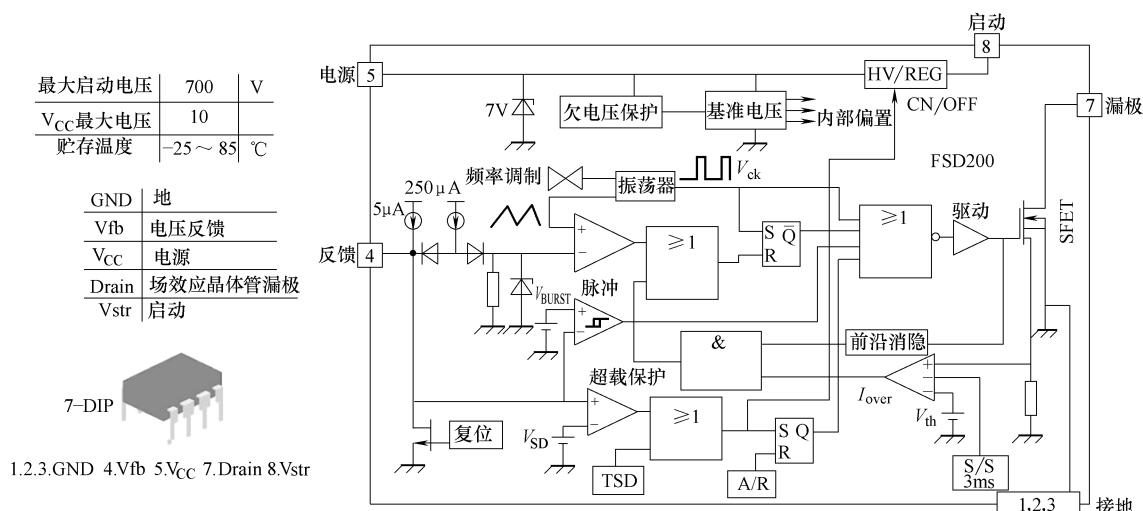
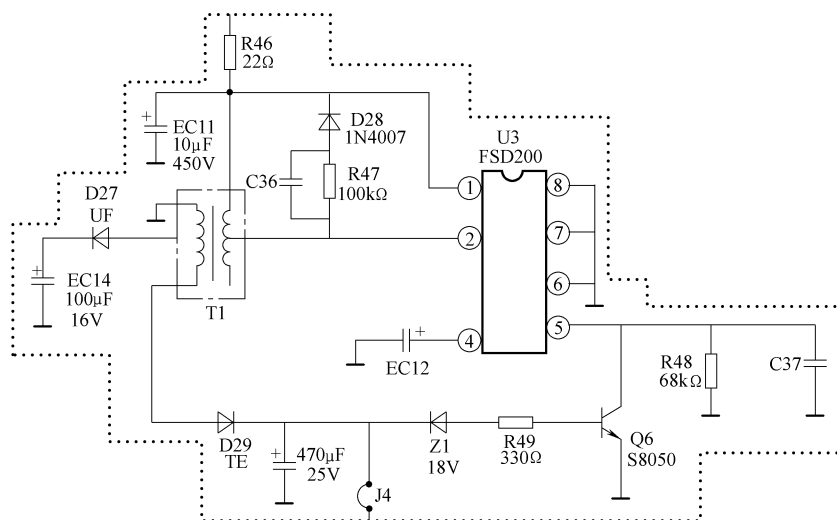

图 4-73 FSD200 技术参数
图 4-74 U3 (FSD200) 相关电路截图
**维修笔记** 开关电源电路中限流电阻 R46 ($22\Omega/2\text{W}$) 开路也会导致此类故障。FSD200 技术参数如图 4-73 所示, U3 (FSD200) 相关电路截图如图 4-74 所示。